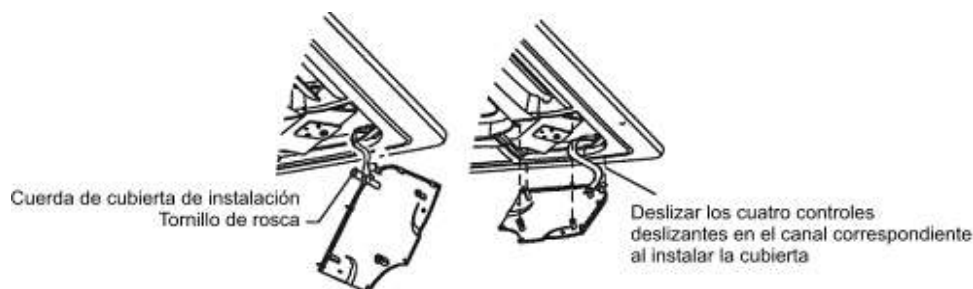

Fig. 4-16
- Puede modificar la altura de la unidad interior a través de las aberturas de las cuatro esquinas del panel, si la elevación de la unidad interior y el tubo de desagüe no resultan afectados *(consulte la Fig. 4-16-derecha)*.
- Fije la cuerda de la cubierta de instalación al perno de la misma. *(Consulte la Fig. 4-16-izquierda)*
- Presione ligeramente la cubierta de instalación para insertarla en el panel. *(Consulte la Fig. 4-16-derecha)*